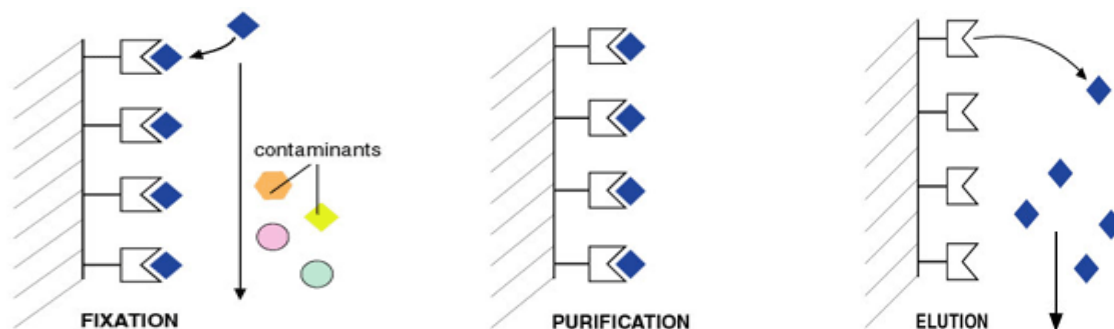

Figure 1 : Les trois étapes d'une chromatographie d'affinité
2. Appareillage : Les appareils de chromatographie gazeuse sont principalement composés de (fig. 1):
- **Détecteur**, qui va permettre de mesurer le signal émis par les différentes molécules et de pouvoir les identifier : *spectrométrie de masse (MS)* ou la spectroscopie *infra-rouge (IR)*; détecteur électrique (TCD), détecteur à ionisation de flamme (FID), ,